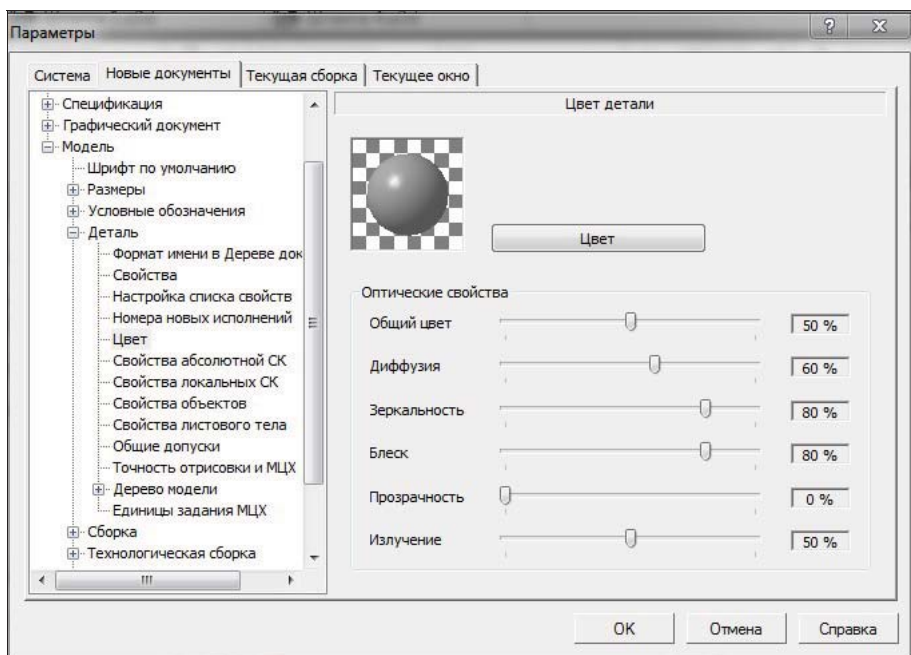

Рис. 27.12. Диалоговое окно **Параметры** с открытой панелью **Цвет детали**
- ◆ щелкните ЛК по пункту **Цвет**. В правой части на панели **Цвет детали** (рис. 27.12) можно изменить цвет (кнопка **Цвет**) и оптические свойства поверхности модели,